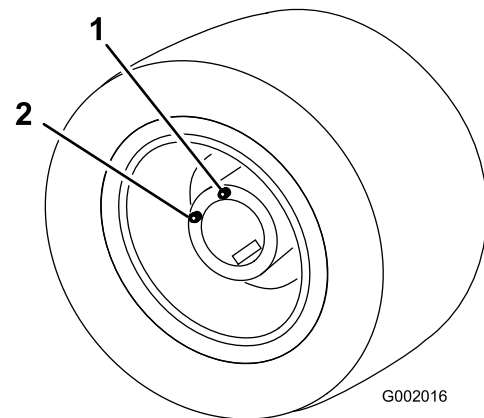

Figure 82
5. Conduisez lentement le véhicule jusqu'à ce que la roue soit positionnée pour le remplissage (Figure 82).